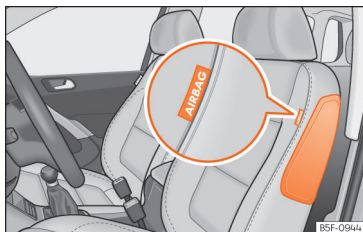
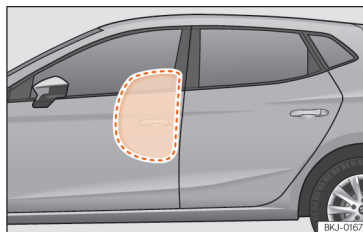

Fig. 29 Airbag lateral no banco do condutor.
Fig. 30 Airbag lateral ativado totalmente no lado esquerdo do veículo.
Os airbags laterais estão localizados nos encostos dos bancos dianteiros >>> **Fig. 29**, >>> **Fig. 30**.
- Assegure-se de que as crianças viajam sentadas corretamente nas suas cadeiras e não colocam a cabeça na zona de insuflação dos airbags laterais >>> **Fig. 30**, uma vez que, se os airbags disparassem, poderiam bater-lhes e causar-lhes lesões graves.